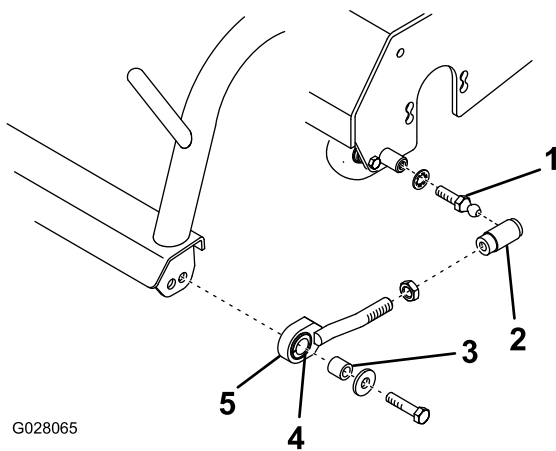
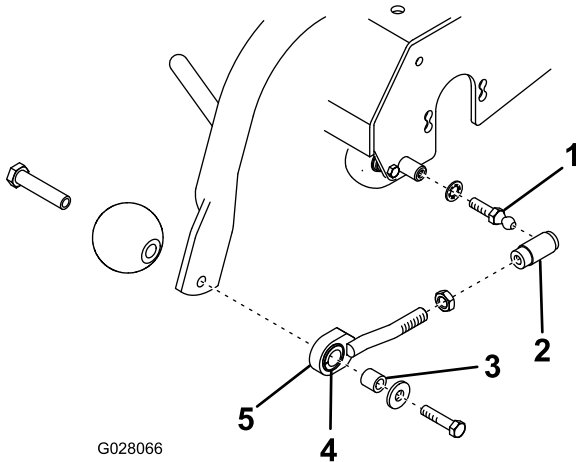

Figura 5
Figura 6
- B. Coloque una contratuerca y un alojamiento de articulación esférica en cada biela de tiro, según se muestra en Figura 5 o Figura 6.
C. Monte una biela de tiro en cada extremo del bastidor de tiro con un espaciador, una arandela y un tornillo (Figura 5 o Figura 6).
D. Instale un perno esférico y una arandela de freno en cada extremo del rodillo triple (Figura 5 o Figura 6).
F. Deslice hacia atrás el manguito de cada alojamiento de articulación esférica y engánchelos en los pernos esféricos (Figura 5 o Figura 6).